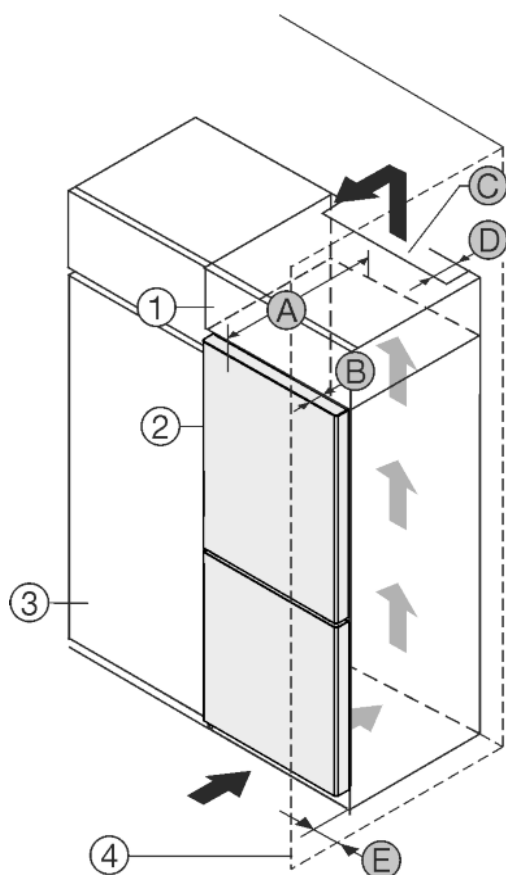

Fig. 1
Zariadenie postavte priamo vedľa kuchynskej skrine Fig. 1 (3).
Zariadenie postavte so vzdialenosťou 5 cm medzi zariadením a kuchynskou skriňou Fig. 1 (3).\*
Na zadnej strane nadstavnej skrine musí byť vetracia šachta s hĺbkou Fig. 1 (D) cez celú šírku nadstavnej skrine.\*
Pod stropom miestnosti sa musí dodržať prierez vetracieho otvoru Fig. 1 (C).\*
Ak je zariadenie umiestnené so závesmi vedľa steny Fig. 1 (4), vzdialenosť medzi zariadením a stenou musí byť minimálne 40mm. To zodpovedá presahu držadla pri otvorených dverách.\*
Pre úplné otvorenie dverí musí zariadenie vyčnievať o hĺbku dvier Fig. 1 (B) prednej časti kuchynskej skrine. V závislosti od hĺbky kuchynských skriň Fig. 1 (3) a použitia dištančných držiakov na stenu môže zariadenie prečnievať ešte viac.\*
Pre úplné otvorenie dverí musí zariadenie vyčnievať o hĺbku dvier (B) prednej časti kuchynskej skrine. V závislosti od hĺbky kuchynských skriň Fig. 1 (3) a použitia dištančných držiakov na stenu môže zariadenie prečnievať ešte viac.\*